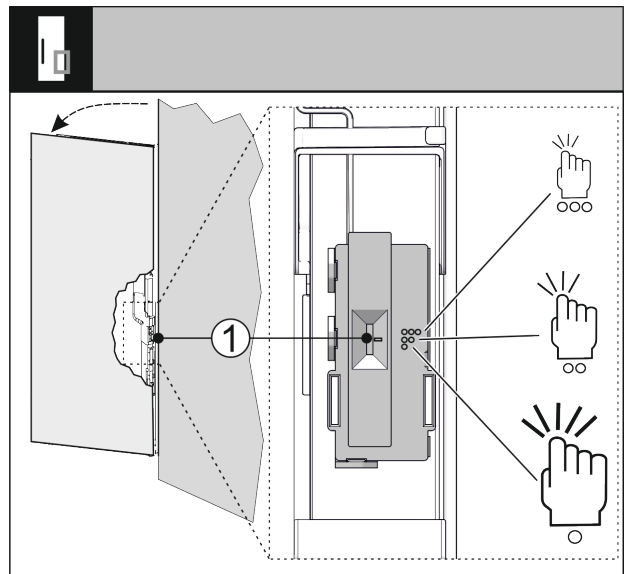

Fig. 71
Sie können die Empfindlichkeit des Klopfensors über einen Schalter Fig. 71 (1) einstellen. Der Schalter ist scharnierseitig am unteren Drittel der Tür.
- Schalter Fig. 71 (1) auf gewünschte Schalterstellung schieben.